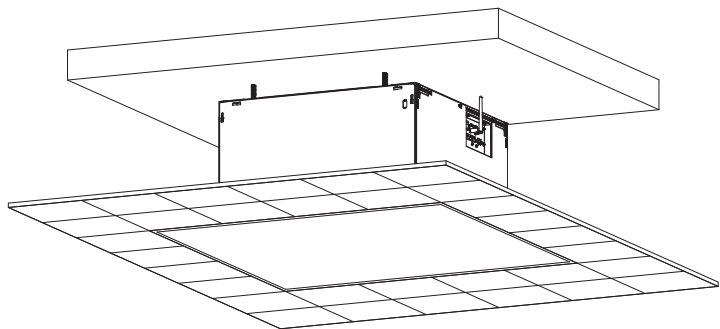

图 9
6.将步骤1取下来的天花板裁切至合适尺寸,将安装完升降架后余留的空隙完全遮挡住。如图9。